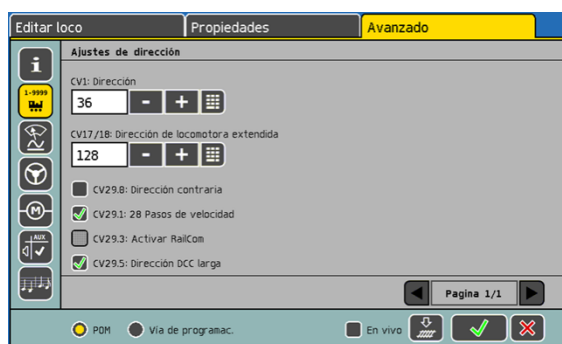

Figura 47
- Pulse el botón "Avanzado" (ver Figura 47).